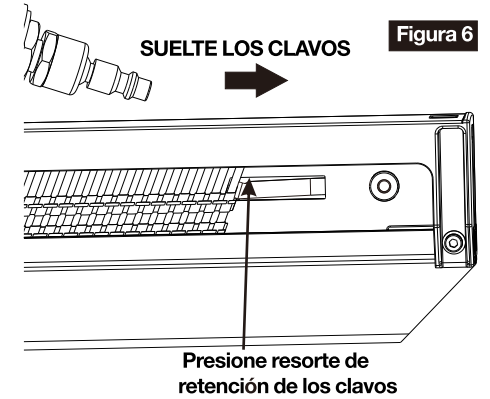

Figura 6
3. Una vez que los clavos se hayan deslizado hacia atrás hasta el resorte de retención, presione la lengüeta ubicada en dicho resorte de retención para empujar el resorte hacia atrás y permitir que los clavos salgan de la recámara. (Ver figura 6)